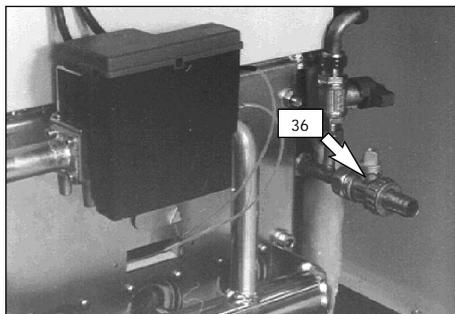

fig. 7.1
- 2 Aprire il rubinetto di svuotamento caldaia (36 in fig. 7.1).